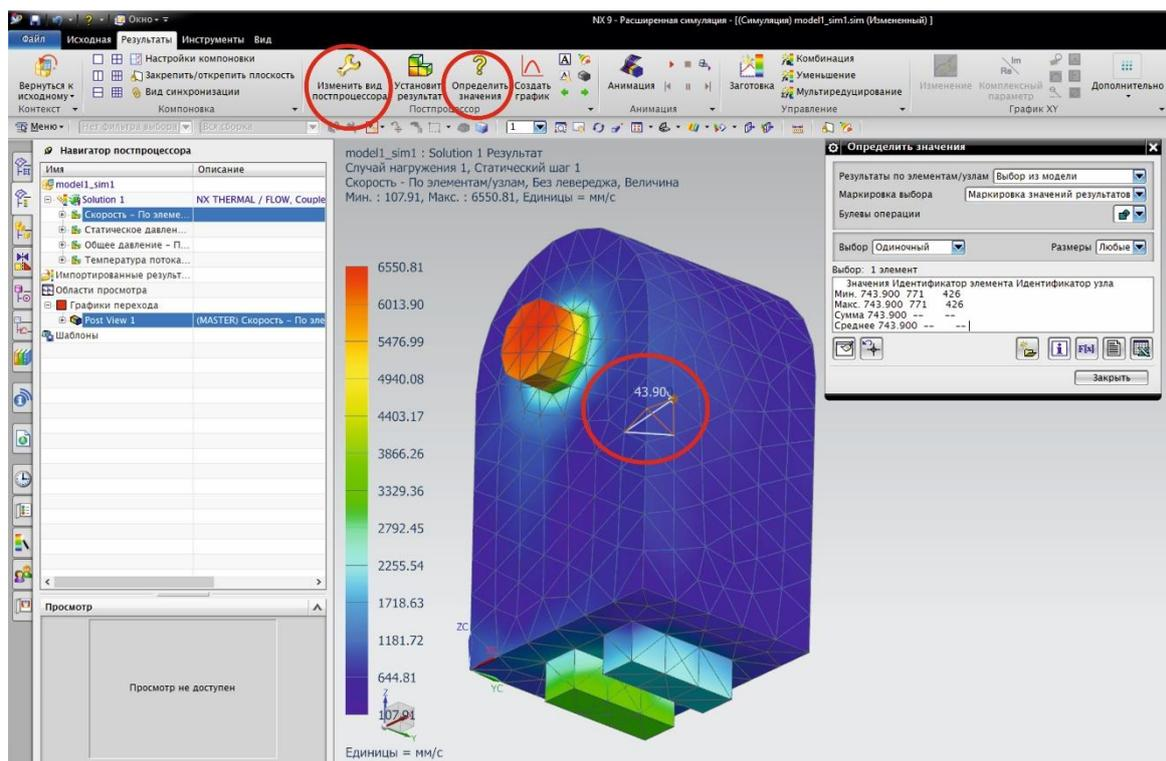

Рис. 1.15. Навигатор постпроцессора
14. Откройте просмотр результатов двойным щелчком на этом пункте или выбрав вторую боковую вкладку окна «**Навигатор симуляции**». Отобразится окно «**Навигатор постпроцессора**» (рис. 1.15).
15. Сделайте двойной щелчок на пункте «Скорость» окна «Навигатор постпроцессора» (рис. 1.15). Будет отображен результат расчета скоростей. С помощью инструмента «Определить значение» можно просматривать результат в любом узле или элементе сетки.
Для настройки визуализации результатов нажмите кнопку «Изменить вид постпроцессора» или двойной щелчок на пункте «Post View 1» окна «Навигатор постпроцессора» (рис. 1.15).